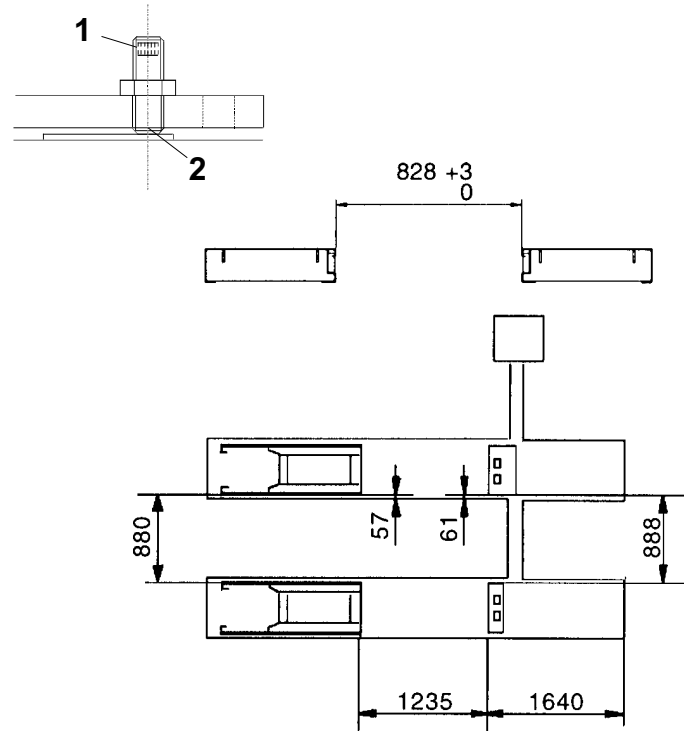

Fig. 14
- Collegare i tubi (7-8) sulle valvole, il tubo (5) alla centralina e il tubo di drenaggio (3) al raccordo (2), (per installazioni in canalizzazioni inserire i tubi prima di collegarli).
- Riempire il serbatoio (1) con olio ESSO NUTO H32 od equivalenti.
le pedane mettendo sotto le viti (1) di registrazione delle basi gli spessori (2) (Fig.14).
N.B.: è possibile collegare la centralina sul lato opposto del sollevatore. Sostituendo il tubo (5) di normale dotazione con il corrispondente fornito a richiesta.
- Connect tubes (7-8) to the valves, tube (5) to the control unit and the drain tube (3) to the coupling (2), (for installation in conduits, fit the tubes inside before connecting them).
- Fill the tank (1) with ESSO NUTO H32 oil or similar.
platforms and place the shims (2) underneath the adjusting screws (1) of the bases (Fig.14).
- Die Leitungen (7-8) an die Ventile, die Leitung (5) an das Steuergehäuse und das Drainagerohr (3) an den Anschluß (2) schliessen. (Bei Kanalinstallationen die Leitungen vor dem Anschliessen verlegen).
- Den Behälter (1) mit ÖL ESSO NUTO H32 oder gleichwertigem Öl füllen.
- Das Ventil wieder auf den Grundrahmen montieren und die Fahrschiene in der Grube positionieren, dabei besonders die Quote 828^{+3} zwischen den Fahrschienen kontrollieren bzw. einhalten, dabei unter die Einstellschrauben (1) der Grundrahmen die Zwischenlegscheiben (2) (Abb. 14) einfügen.
- Remonter la vanne sur la base et positionner le chemin de roulement dans la fosse. Ne pas oublier de vérifier la cote 828^{+3}_0 entre les chemins de roulement, en introduisant des cales (2) (Fig. 14) sous les vis de réglage (1) des bases.
- Conectar los tubos (7-8) a las válvulas, el tubo (5) a la central y el tubo de drenaje (3) al empalme (2), (para instalaciones en canalizaciones, introducir los tubos antes de conectarlos).
- Reponer el depósito (1) con aceite ESSO NUTO H32 o equivalentes
- Montar nuevamente la válvula en la base y predisponer la plataforma en el agujero de empotrado controlando en especial la cota 828^{+3} entre las plataformas, colocando debajo de los tornillos (1) de ajuste de las bases, los espesores (2) (Fig. 14).